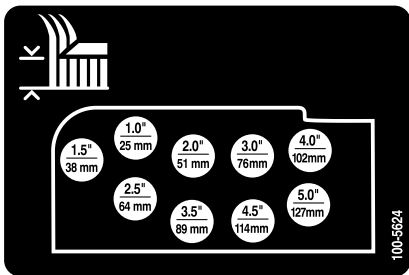

Figura 21
6. Montate le catene dell'altezza di taglio nel foro dell'altezza di taglio desiderata (Figura 21) usando il perno con testa e la coppia.